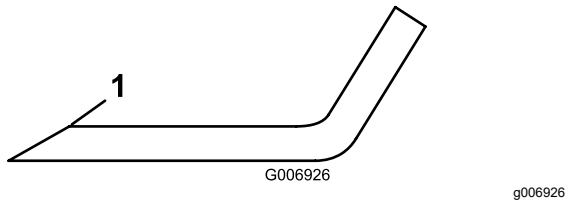

図 102
研磨する。研磨は刃先の上面だけに行い、刃の元々の角度を変えずに刃先を鋭利にする 図 102。
6. 刃先に摩耗や欠けがある場合には研磨するが、研磨は刃先の上面だけに行い、刃の元々の角度を変えないように十分注意する 図 102。